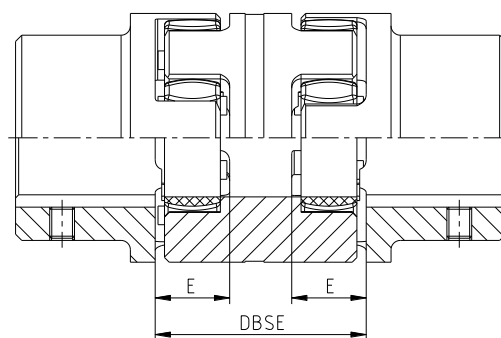

Fig. 16: Koblingsmontage
- Forskyd aggregaterne i aksial retning, indtil E- eller DBSE-målet er nået (se fig. 16).
- Juster tandkransen ift. midten mellem navene, og kontroller E- og DBSE-målet (se fig. 16 og kapitel 1).